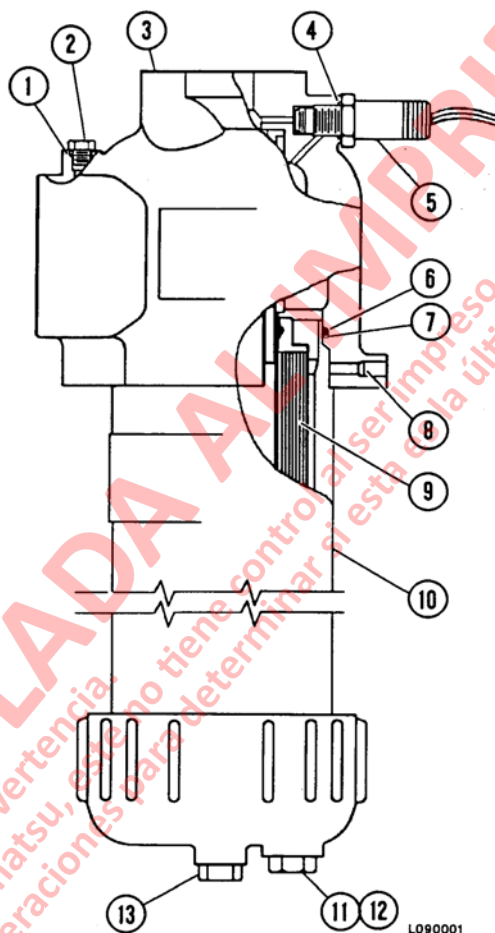

FIGURA 9-1. FILTRO DEL CIRCUITO DE ELEVACION
El filtro del circuito de elevación (Figura 9-1) está ubicado en el estanque de combustible, bajo el riel del chasis derecho. El filtro proporciona una protección de filtrado secundario para el aceite hidráulico que fluye a la válvula de elevación y a los componentes del circuito de elevación.
2. Saque el tapón de drenaje (11, Figura 9-1). Saque el tapón inferior (13) y drene el aceite de la caja en un recipiente.
El interruptor indicador (5, Figura 9-1) viene ajustado de fábrica para accionar a 35 psid (240 kPa). Este interruptor y la luz de advertencia deben ser probados en forma rutinaria como parte del programa de mantenimiento regular del vehículo. Consulte "Procedimiento de Prueba de Interruptor Indicador" en esta Sección.